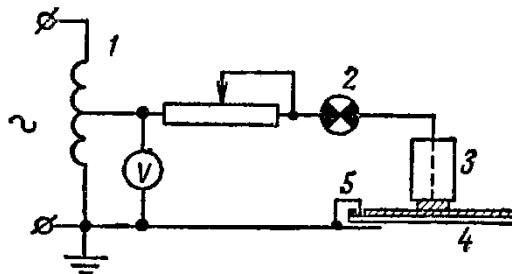

Рисунок 7.1 – Схема определения пробивного напряжения листов активной стали:
- собрать электрическую схему (рисунок 7.1);